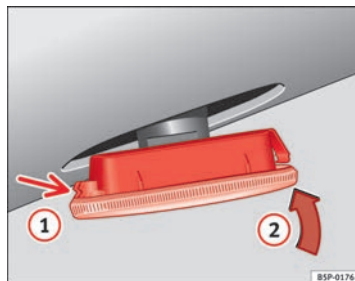

Abb. 219 Seitlicher Blinker
- Setzen Sie den Blinker zuerst in der Aufnahme der Karosserie ein, wobei die Halterungen richtig einrasten müssen ⇒ Abb. 219, Pfeil ①.
- Die Lampe in Pfeilrichtung ② ⇒ Abb. 219 einsetzen. ■